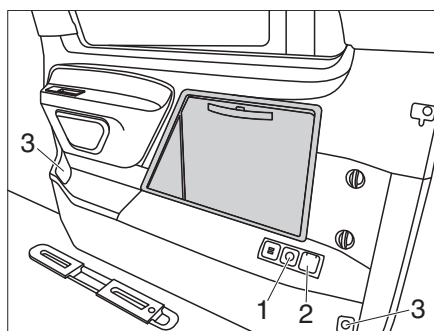
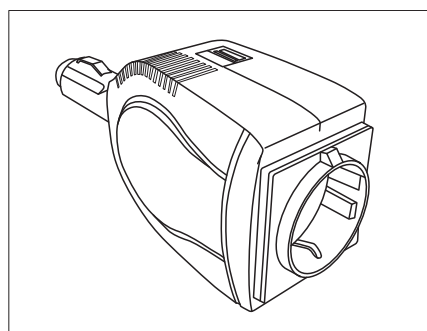

Figure 17 Prises présentes sur le véhicule
Figure 18 Onduleur
- pendant la conduite sur l'une des prises 12 V Mercedes originales (Figure 17, 3) avec onduleur (Figure 18).
- sur la prise 230 V (Figure 17,2). Cela implique que le véhicule soit raccordé à une alimentation électrique de 230 V.
- sur la prise 12 V (Figure 17,1) du Pack Électrique en option avec onduleur (Figure 18).